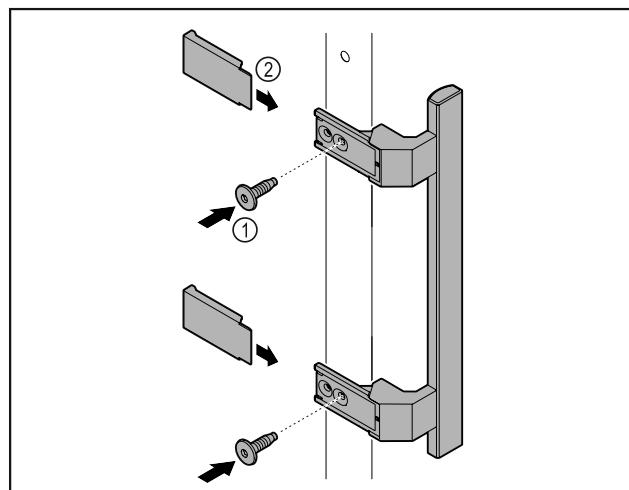

Fig. 8
- Монтирайте дръжката от пакета с принадлежности с приложените винтове Fig. 8 (1) на вратата.
- Нахлузете капака Fig. 8 (2).